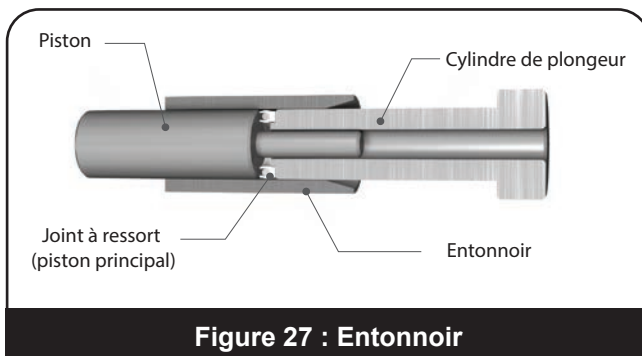

Figure 27 : Entonnoir
- iv. Insérez l'entonnoir, côté chanfrein en premier, sur le plongeur et le joint à ressort (partie supérieure du régleur). Arrêtez lorsque le joint à ressort (partie supérieure du régleur) se trouve à peu près à mi-chemin à l'intérieur de l'entonnoir, comme le montre la Figure 27.